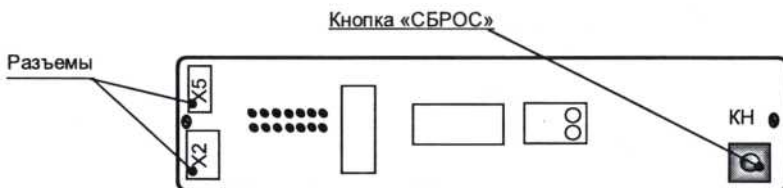

Рис.3 Плата индикации
- Для обнуления счетчика нажать кнопку «СБРОС» (рис.3), расположенную на внутренней поверхности крышки рециркулятора на плате индикации, и удерживать ее (данная процедура предотвращает сброс показаний счетчика при случайном нажатии кнопки «СБРОС»),